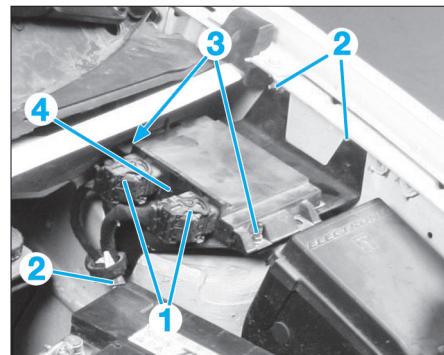

FIG. 24
- Débrancher les connecteurs (1) du calculateur (Fig.24).
- les 3 écrous de fixation (2) du support de calculateur,
- les 2 écrous (3) de la tôle de protection supérieure,
- le calculateur (4).